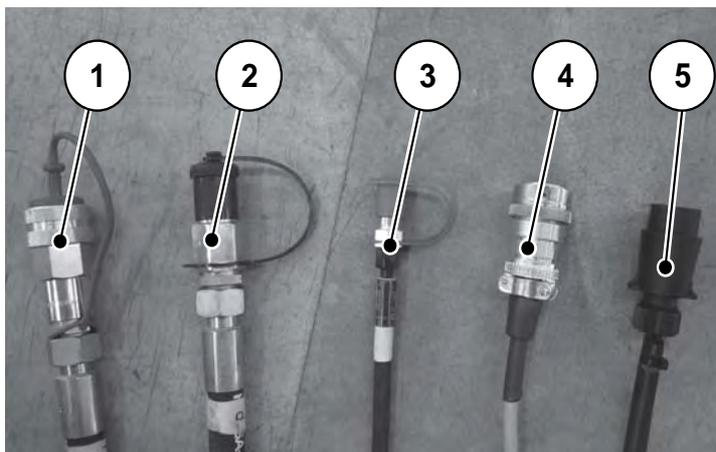

Imagen 7.2: Tuberías de cierre del distribuidor de abonos minerales
4. Conecte el retorno libre (imagen 7.2 posición 1), la tubería de presión (imagen 7.2 posición 2) y la tubería LS (imagen 7.2 posición 3) con los acoplamientos correspondientes del tractor.
5. Conecte el conector de dispositivo ISOBUS (imagen 7.2 posición 4) en la toma del conector de dispositivo ISOBUS en la parte trasera del tractor.
6. Conecte el cable de iluminación (imagen 7.2 posición 5).